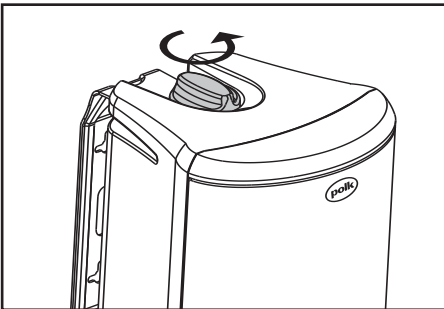

FIGURE 9
- 4) Using the keyhole slots in the bracket as a template, mark the installation location of the two keyhole slots with a pencil. You can do this by removing the bracket knobs on the top and bottom of the speaker and removing the bracket, or by leaving the bracket connected to the speaker [figure 9]. Orient the bracket so that the small ends of the keyhole slots are facing "up" according to the direction of installation. Reattach the bracket to the speakers, if you have removed it, by reinserting it into the bracket gap and then tightening the bracket knobs.
- 4) Utilisant les fentes en trou de serrure du support comme gabarit, marquez la position des deux fentes à l'aide d'un crayon. Vous pouvez le faire en retirant les boutons du support de l'enceinte et en dégageant du support, ou en laissant l'enceinte dans son support (figure 9). Orientez le support de façon à ce que la partie rétrécie des fentes en trou de serrure soit située vers le haut (selon la disposition verticale ou horizontale choisie). Réinsérez l'enceinte dans son support (si vous l'avez retirée) et resserrez les boutons du support.